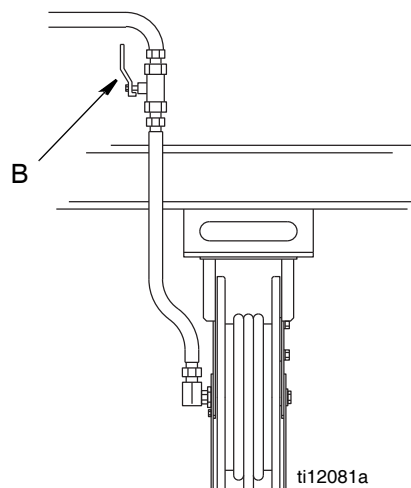

ABB. 8
4. Die Absperrventile (B, ABB. 8) an allen Dosierpunkten öffnen und die Pumpe starten, um das System mit Druck zu beaufschlagen. Siehe **Betrieb** (LDM5 Dosierung mit Messvorrichtung - Seite 12; LDP5 Dosierung mit Messvorrichtung - Seite 21 für den einwandfreien Betrieb der Dosierung mit Messvorrichtung.